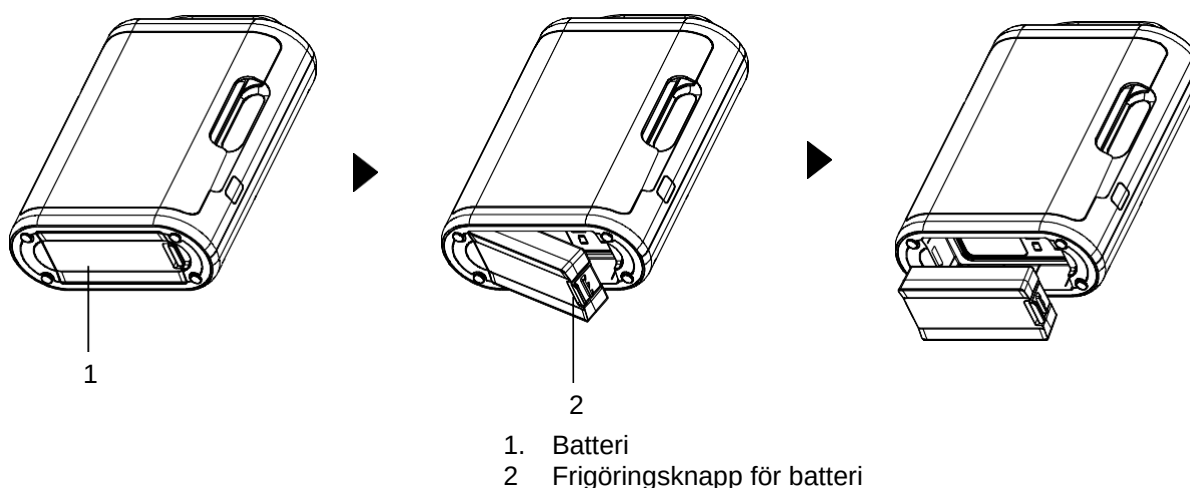

Bild 3. Avlägsna batteriet
1. Dra ner batteriet medan du trycker på batteriets frigöringsknapp och koppla sedan bort batteriet som visas i bild 3.